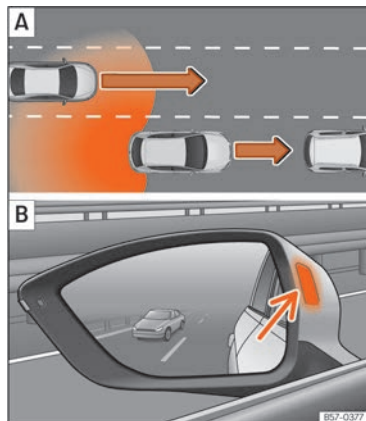

Abb. 129 Schematische Darstellung: **A** Überholen mit Verkehr im hinteren Bereich. **B** Anzeige des Spurwechselassistenten links.
- Bei einer Überholung durch ein anderes Fahrzeug **>>>** **[Abb. 129] A**.
In folgenden Situationen wird die Anzeige in der Kontrollleuchte **>>>** **[Abb. 129] B** [Pfeil] oder **>>>** **[Abb. 130] B** [Pfeil] dargestellt: